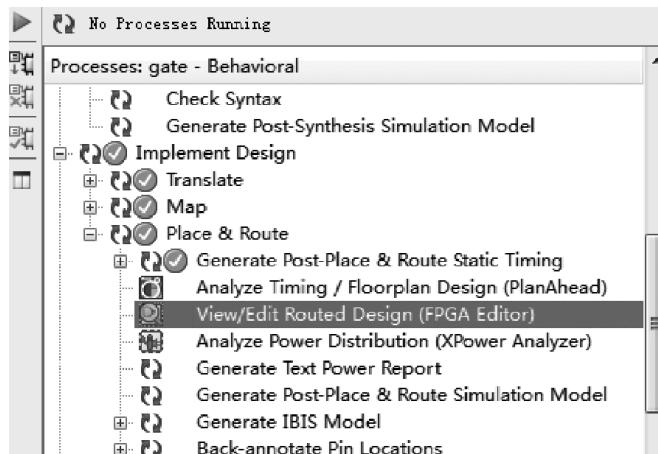
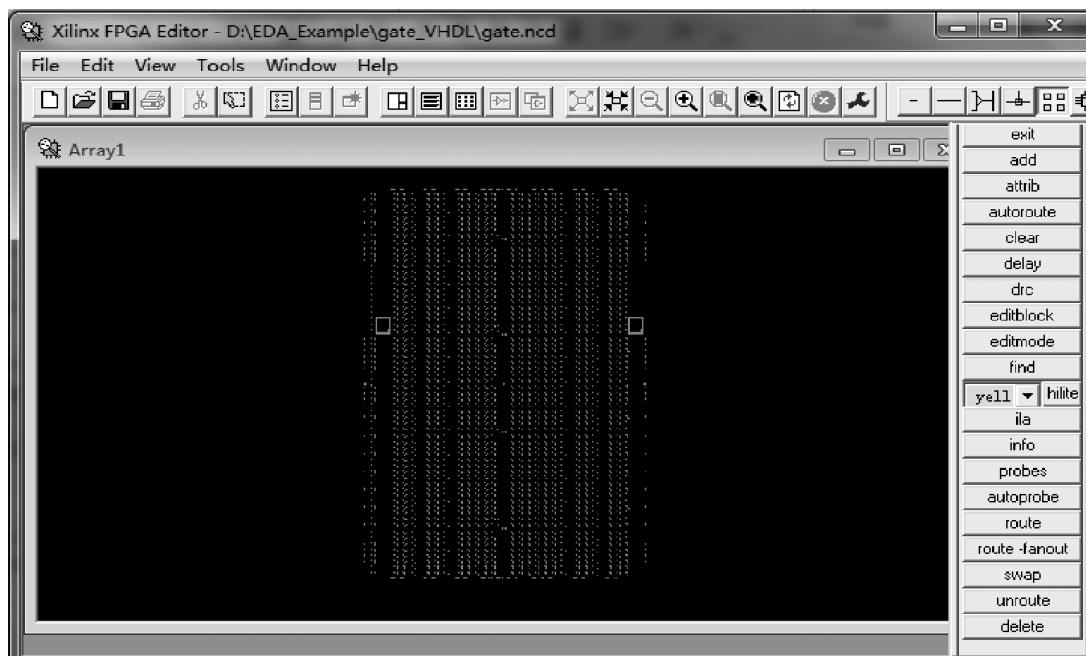
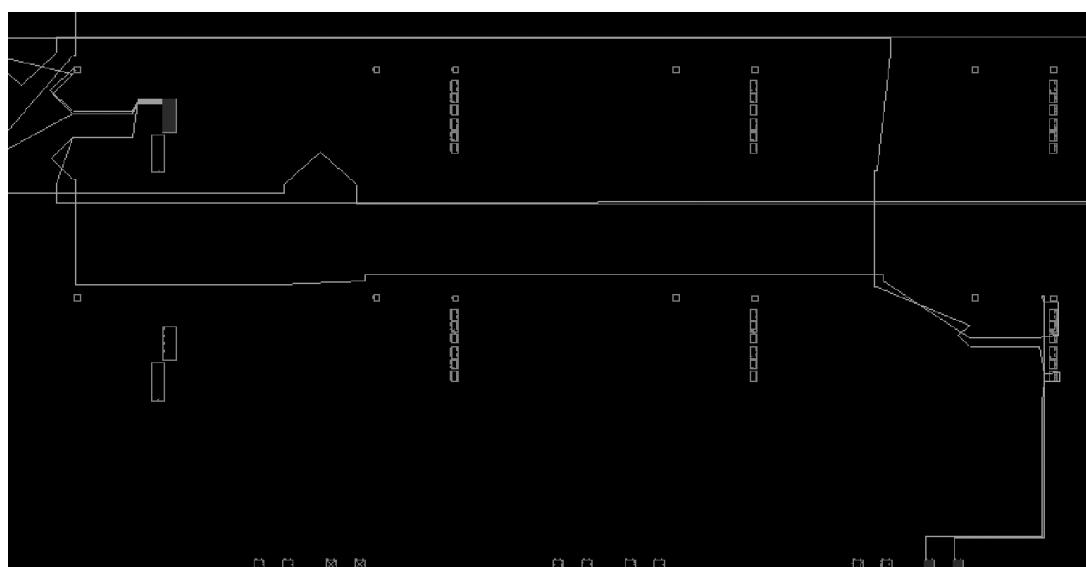

图 3.57 实现完成后的界面
图 3.58 FPGA 主界面
图 3.59 FPGA 内部互联结构
(3) 开始运行实现工具。
(4) 如图 3.57,给出实现完成后的界面。
- (1) 如图 3.57 所示,找到并展开 Implement Design 选项。
- (2) 在展开项中找到 Place & Route 选项。
- (3) 展开 Place & Route 选项。
- (4) 在展开项中,找到并双击 View/Edit Routed Design(FPGA Editor) 选项。
- (5) 如图 3.58 所示,给出了 FPGA Editor 主界面。
- (6) 单击图内的 $\text{放大}$ 按钮,放大视图。
- (7) 如图 3.59 所示,找到图中标记为蓝色的位置。表示使用的引脚和内部的 slice 资源。绿线表示用于互联当前设计资源的连线。